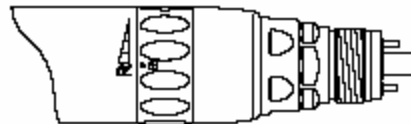

Рис.4
- 2) Вращение назад: установите регулятор вращения в положении «Вращение назад» - (REV) R – (Рис. 4)